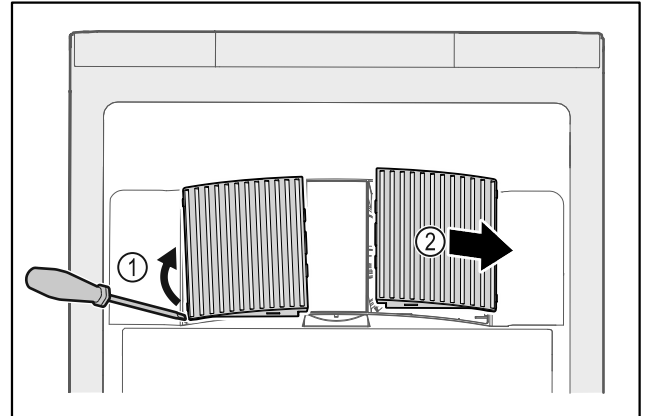

Fig. 164
- ▶ Izceliet uzmanīgi ventilatora pārsegu no sāniem Fig. 164 (1) un noņemiet uz priekšu Fig. 164 (2).